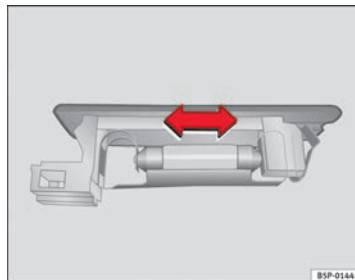

Fig. 192 Luz maletero
- Presione la lámpara lateralmente y extraíga del alojamiento ⇒ fig. 192.